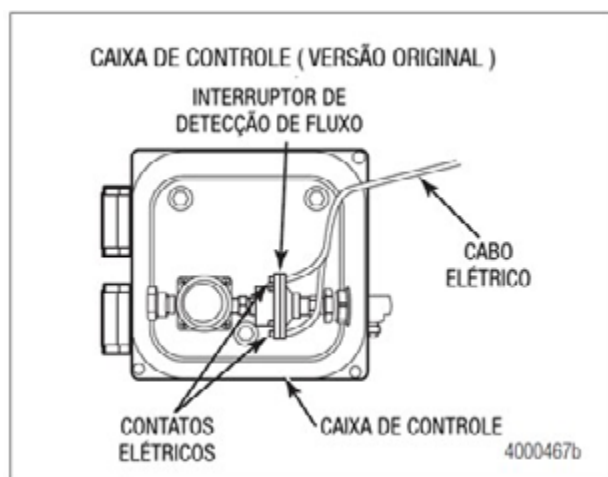
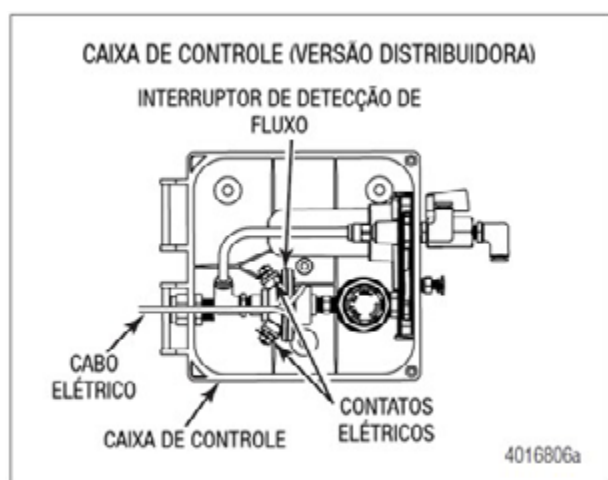

Figura 2.69
Figura 2.70
5. Passe o chicote de fios restante através da vedação à prova de líquidos na caixa de controle e conecte-o aos contatos elétricos do interruptor de detecção de fluxo. O fio preto ou branco é intercambiável e pode ser conectado a qualquer terminal no interruptor de fluxo. Consulte a Figura 2.69 e a Figura 2.70.